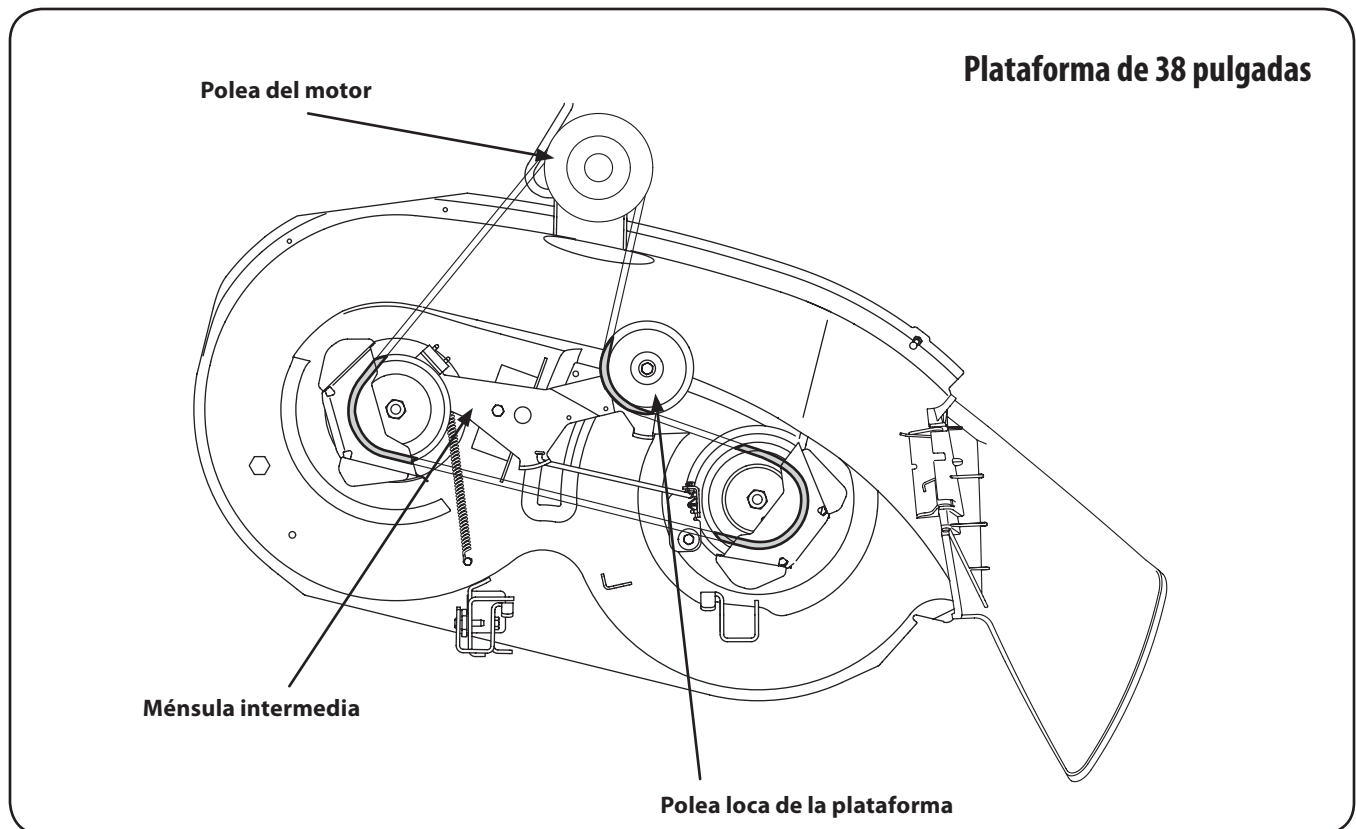

Figura 7-7
6. Coloque la correa nueva según se muestra en la Figura 7-7, 7-8 ó 7-9, de acuerdo con la plataforma específica por su tamaño.